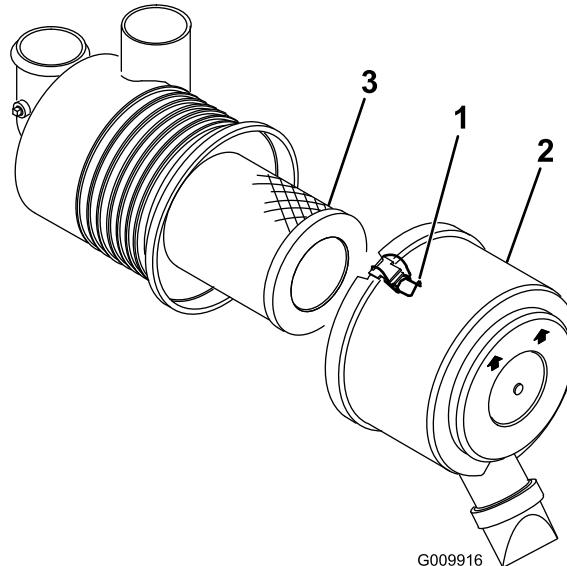

Figura 44
- Rilasciate i fermi che fissano il coperchio del filtro dell'aria al relativo corpo (Figura 44).
4. Togliete il filtro e scartatelo (Figura 44).